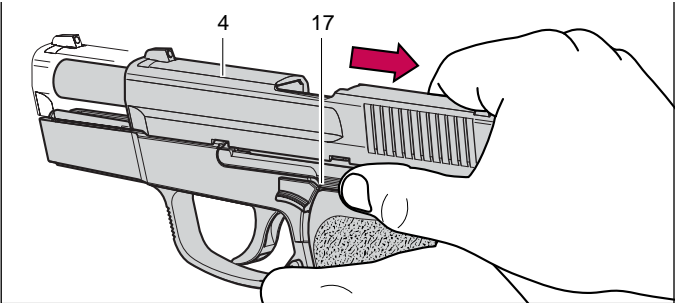

Fig. 8
2. Tirer la culasse 4 en arrière jusqu'à la butée et presser vers le haut l'arrêt de culasse 17, puis maintenir la culasse 4 en position ouverte (Fig. 8).